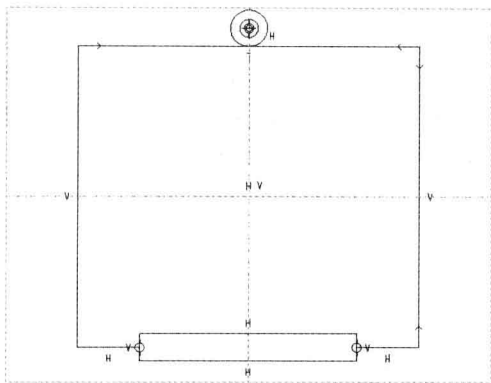

图 13-29 隐藏尺寸
Step 11 在“功能区”选项板中切换至“视图”选项卡，在“显示”面板中单击“显示尺寸”按钮 ，隐藏尺寸，如图 13-29 所示。